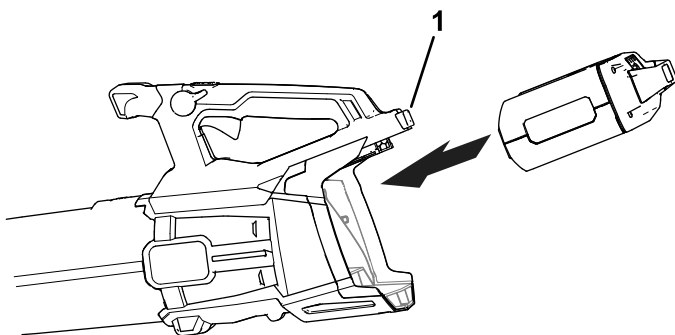

Figura 8
2. Alinee el hueco de la batería con la lengüeta del alojamiento de la empuñadura (Figura 8).
3. Sujete la empuñadura e introduzca la batería en la empuñadura hasta que el cierre se bloquee en su sitio (Figura 8).